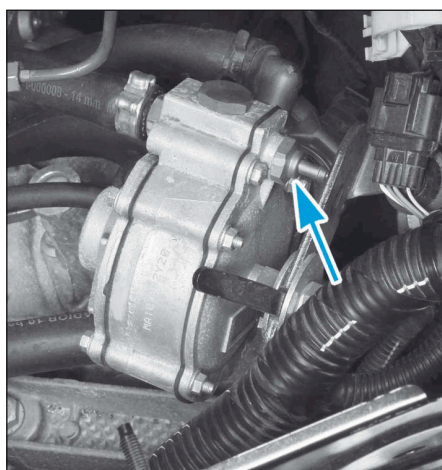

FIG.38
- Desserrer la vis de purge (flèche) du vapo-détendeur (Fig.38).